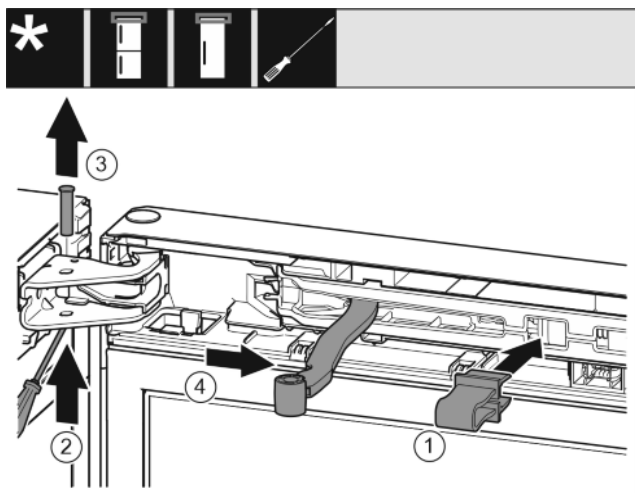

Fig. 7
- ▶ Rotiți articulația în direcția ușii. Fig. 7 (4)
- ▶ Fixați în poziție siguranța în deschizătură. Fig. 7 (1)
- ▶ Extrageți bolțul cu șurubelnița. Fig. 7 (2)
- ▶ Extrageți în sus bolțul. Fig. 7 (3)